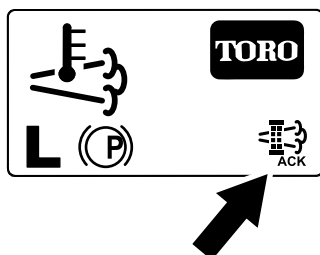

Figure 65
8. L'InfoCenter affiche l'écran d'accueil et l'icône de confirmation de la régénération (Figure 65) apparaît en bas à droite de l'écran pendant le processus de régénération.